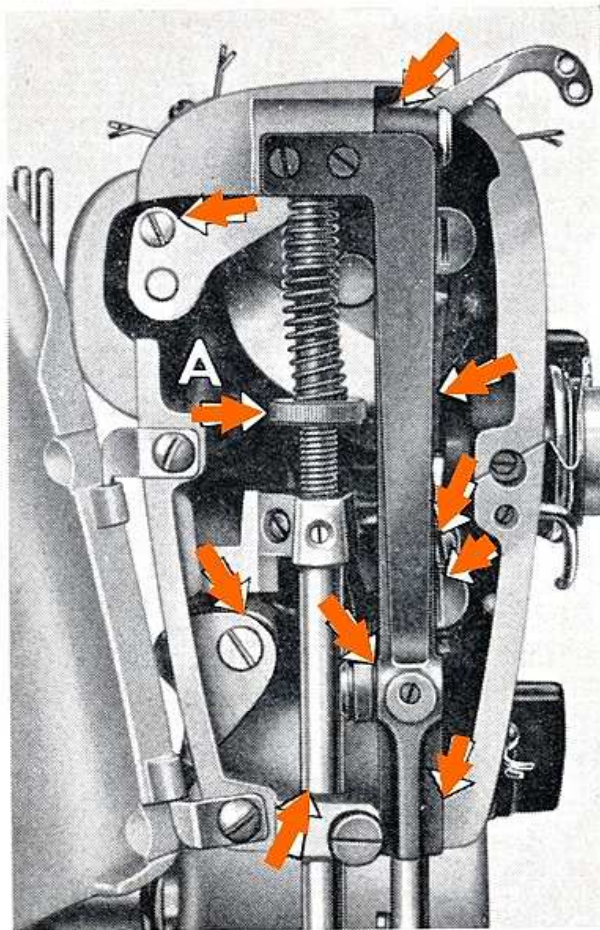

Abb. 64.
Dabei soll man die Maschine nur mit Öl *anfeuchten*. Viel Öl hat kar keinen Zweck, es rinnt nur heraus und beschmutzt die Näharbeiten. Abbildung 64 zeigt Öllöcher und Ölstellen, die vorne im oberen Arm der Maschine zugänglich werden, wenn man den Deckel öffnet.
3. Der Nähfussdruck ist zu stark. Die Einstellmutter (A in Abb. 64) nach links drehen.
1. Der Nähfussdruck zu gross. Die Einstellmutter etwas lösen (A in Abb. 64).